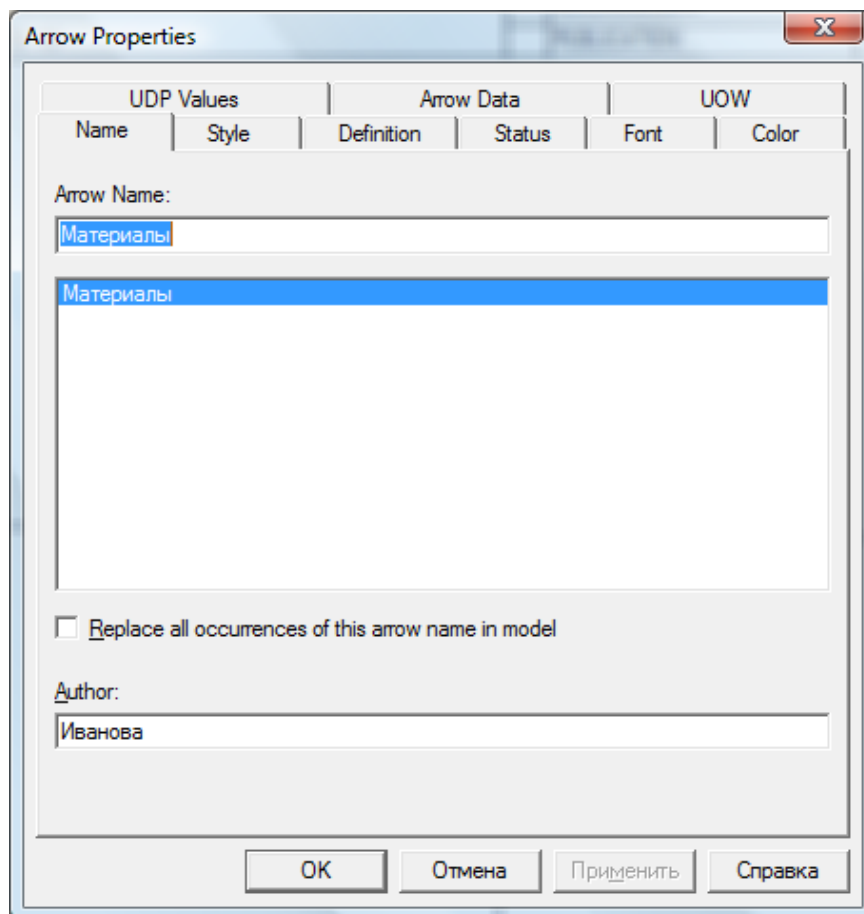

Рис. 10. Окно установки всех свойств стрелки
3. Отобразится диалоговое окно полных свойств стрелки (рис. 10). На вкладке *Definition (Определение)* введите *Материалы, сырье, комплектующие изделия, которые необходимы для производства готовой продукции* и нажмите *OK*.